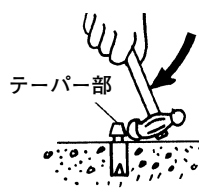

図 13
- (5) 手ハンマなどでアンカーのテーパ部を折り取ります。（図 13）